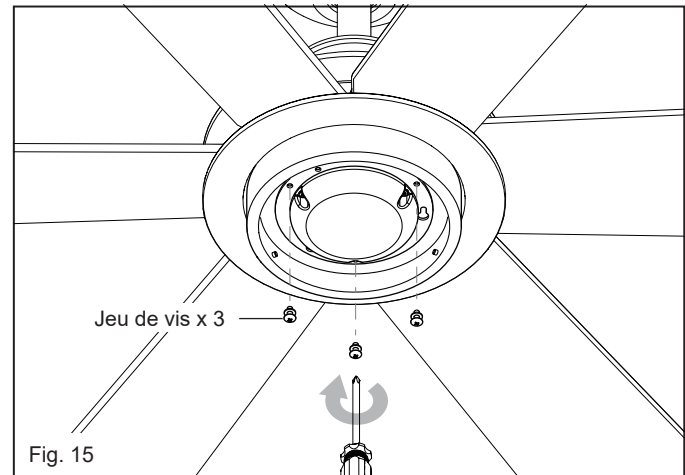

Fig. 15
- 2 Alignez les trous de vis de l'ensemble LED avec les trous de la plaque d'éclairage. Serrez les trois vis. (Fig. 15)